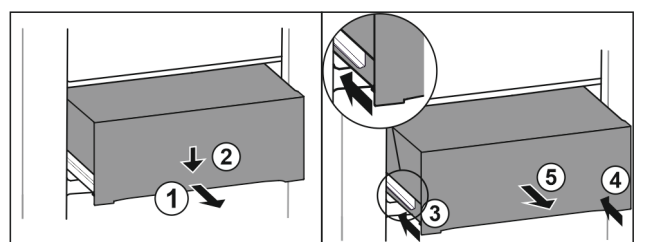

Fig. 139
- ▶ Estrarre il cassetto a metà. Fig. 139 (1)
- ▶ Premere il cassetto sul lato anteriore verso il basso. Fig. 139 (2)
- ▶ Spingere la guida sinistra di circa 2 cm verso l'interno. Fig. 139 (3)
- ▶ Spingere la guida destra di circa 2 cm verso l'interno. Fig. 139 (4)
- ▶ Rimuovere il cassetto tirandolo in avanti. Fig. 139 (5)